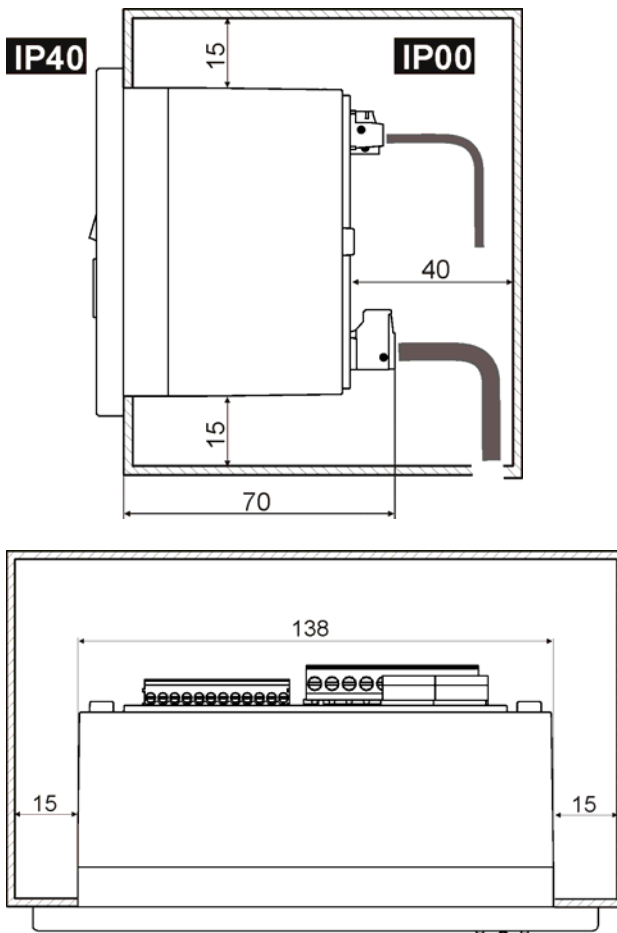
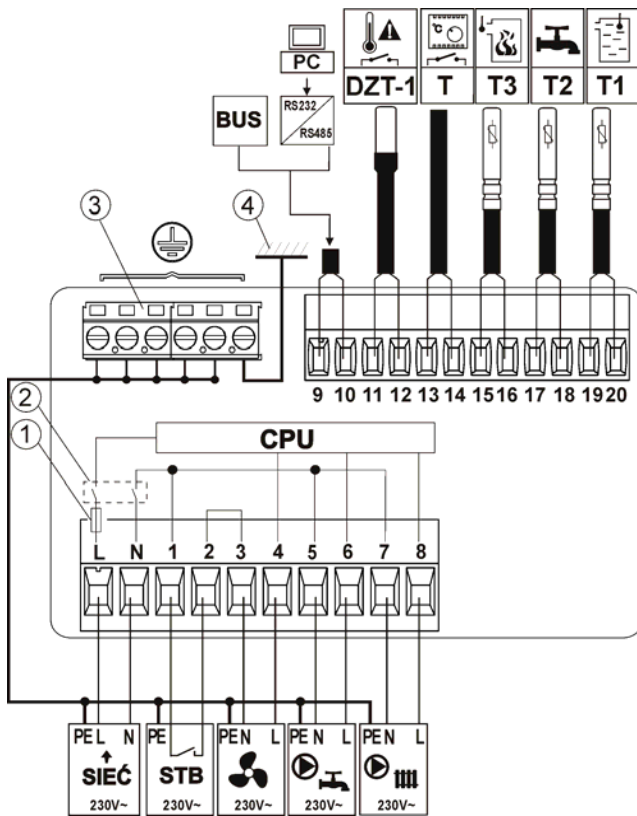

Abb. 10 Einbaubedingungen des Reglers
Abb. 12 Schema der elektrischen Verbindungen mit externen Geräten,
Der Raum für Regler wurde in Abb. 10 abgebildet
entsprechendem Gehäuse umbauen. Wegen der thermischen Bedingungen sowie Sicherheit sollte man einen sicheren Abstand zwischen den aktiven Teilen der Klemmen und Stromführenden (Metall-) Elementen des Gehäuses Abb. 10. Metallelemente, die das Gehäuse des Reglers bilden sind mit der Schutzleitung des Versorgungskabels zu verbinden Abb. 12.
Das Gehäuse des Reglers an unterschiedlichen Stellen garantiert unterschiedliche IP-Schutzgrade. Erklärt gibt es auf Abb. 10. Nach dem Umbau gem. der Zeichnung von der Reglerstirnbereich verfügt das Gerät über Schutzgrad IP40. Der Regler gewährleistet auf der Seite der Klemmen den Schutzgrad IP00, deswegen müssen die Klemmen unbedingt umgebaut werden, so dass der Zugang zu diesen Reglerteilen verhindert wird.
Schema der elektrischen Verbindungen wurde auf Abb. 12 zur Darstellung gebracht. Die Anschlussleitungen sollten nicht an die Oberflächen anliegen, welcher Temperatur normale Betriebstemperatur überschreitet.
Der Sensor der Verbrennungsgase sollte im Kesselfuchs eingebaut werden (3). Der Spalt zwischen dem Sensor und dem Fuchs sollte abgedichtet werden. Der Sensor sollte vom qualifizierten Fachmitarbeiter eingebaut werden, bei der Einhaltung von alle Vorschriften, die sich auf Kaminanlagen beziehen. Der Sensor der Verbrennungsgase ist an die Klemmen des Reglers gem. Abb. 12 anzuschließen. Die Leitung des Sensors der Verbrennungsgase darf nicht an heiße Kessel- und Fuchselemente anliegen, deren Temperatur  $350^{\circ}\text{C}$  überschreitet. Der Sensor der Verbrennungsgase sollte in derartiger Entfernung vom Kessel eingebaut werden, bei der er der direkten Auswirkung der Flamme nicht ausgesetzt wird und die Temperatur der Verbrennungsgase keine  $450^{\circ}\text{C}$  überschreiten wird.
Der Regler arbeitet sowohl mit dem mechanischen als auch elektronischen Raumthermostat zusammen, der nach dem Erreichen der vorgegebenen Temperatur die Kontakte öffnet. Der Thermostat ist gem. Abb. 12 anzuschließen.
Um die Überhitzung des Kessels infolge der Reglerstörung zu vermeiden sollte man entsprechenden Temperaturbegrenzer anschließen, gewählt für gegebenen Kessel und Heizanlage. Der Begrenzer kann man an die Klemmen 1-2 anschließen, dargestellt in der Abb. 12. Kommt es zum Ansprechen des Begrenzers, wird die Lüfterversorgung abgeschaltet.